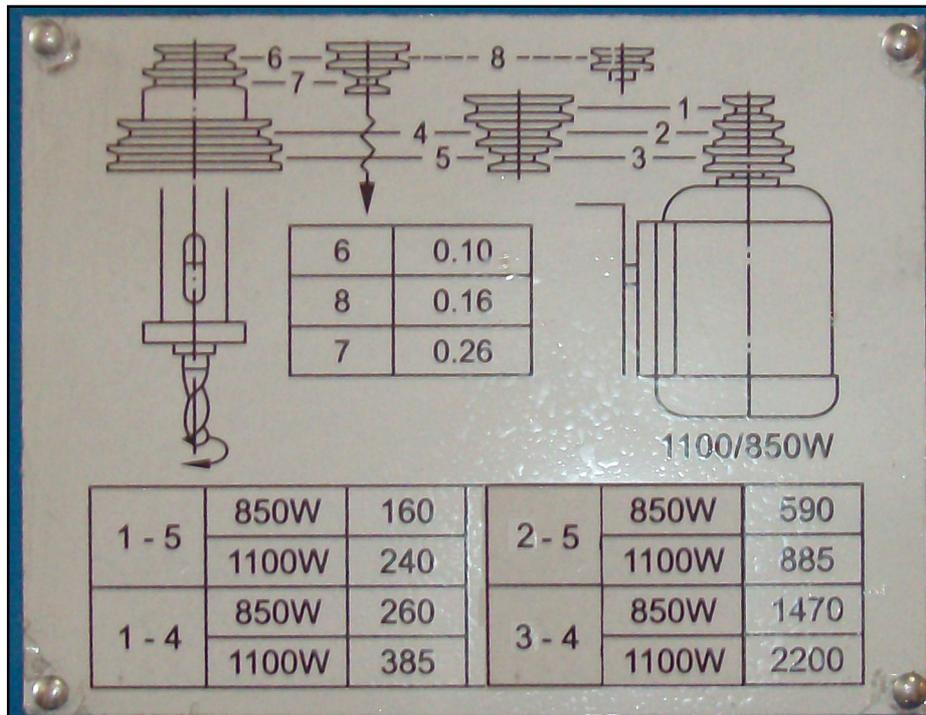

Figura 4 - Targhe della velocità del mandrino
Sulla carter del vano pulegge, nella parte destra della macchina, sono applicate le targhe di indicazione delle velocità di rotazione del mandrino; corrispondenti alle possibili configurazioni del cambio di velocità (figura 4).
- Impostare la velocità desiderata modificando la posizione delle cinghie secondo le indicazioni della targa di indicazione delle velocità del mandrino applicata sulla macchina (figura 4/B).
- Serrare i bulloni (1) di blocco della puleggia centrale, utilizzando una chiave.